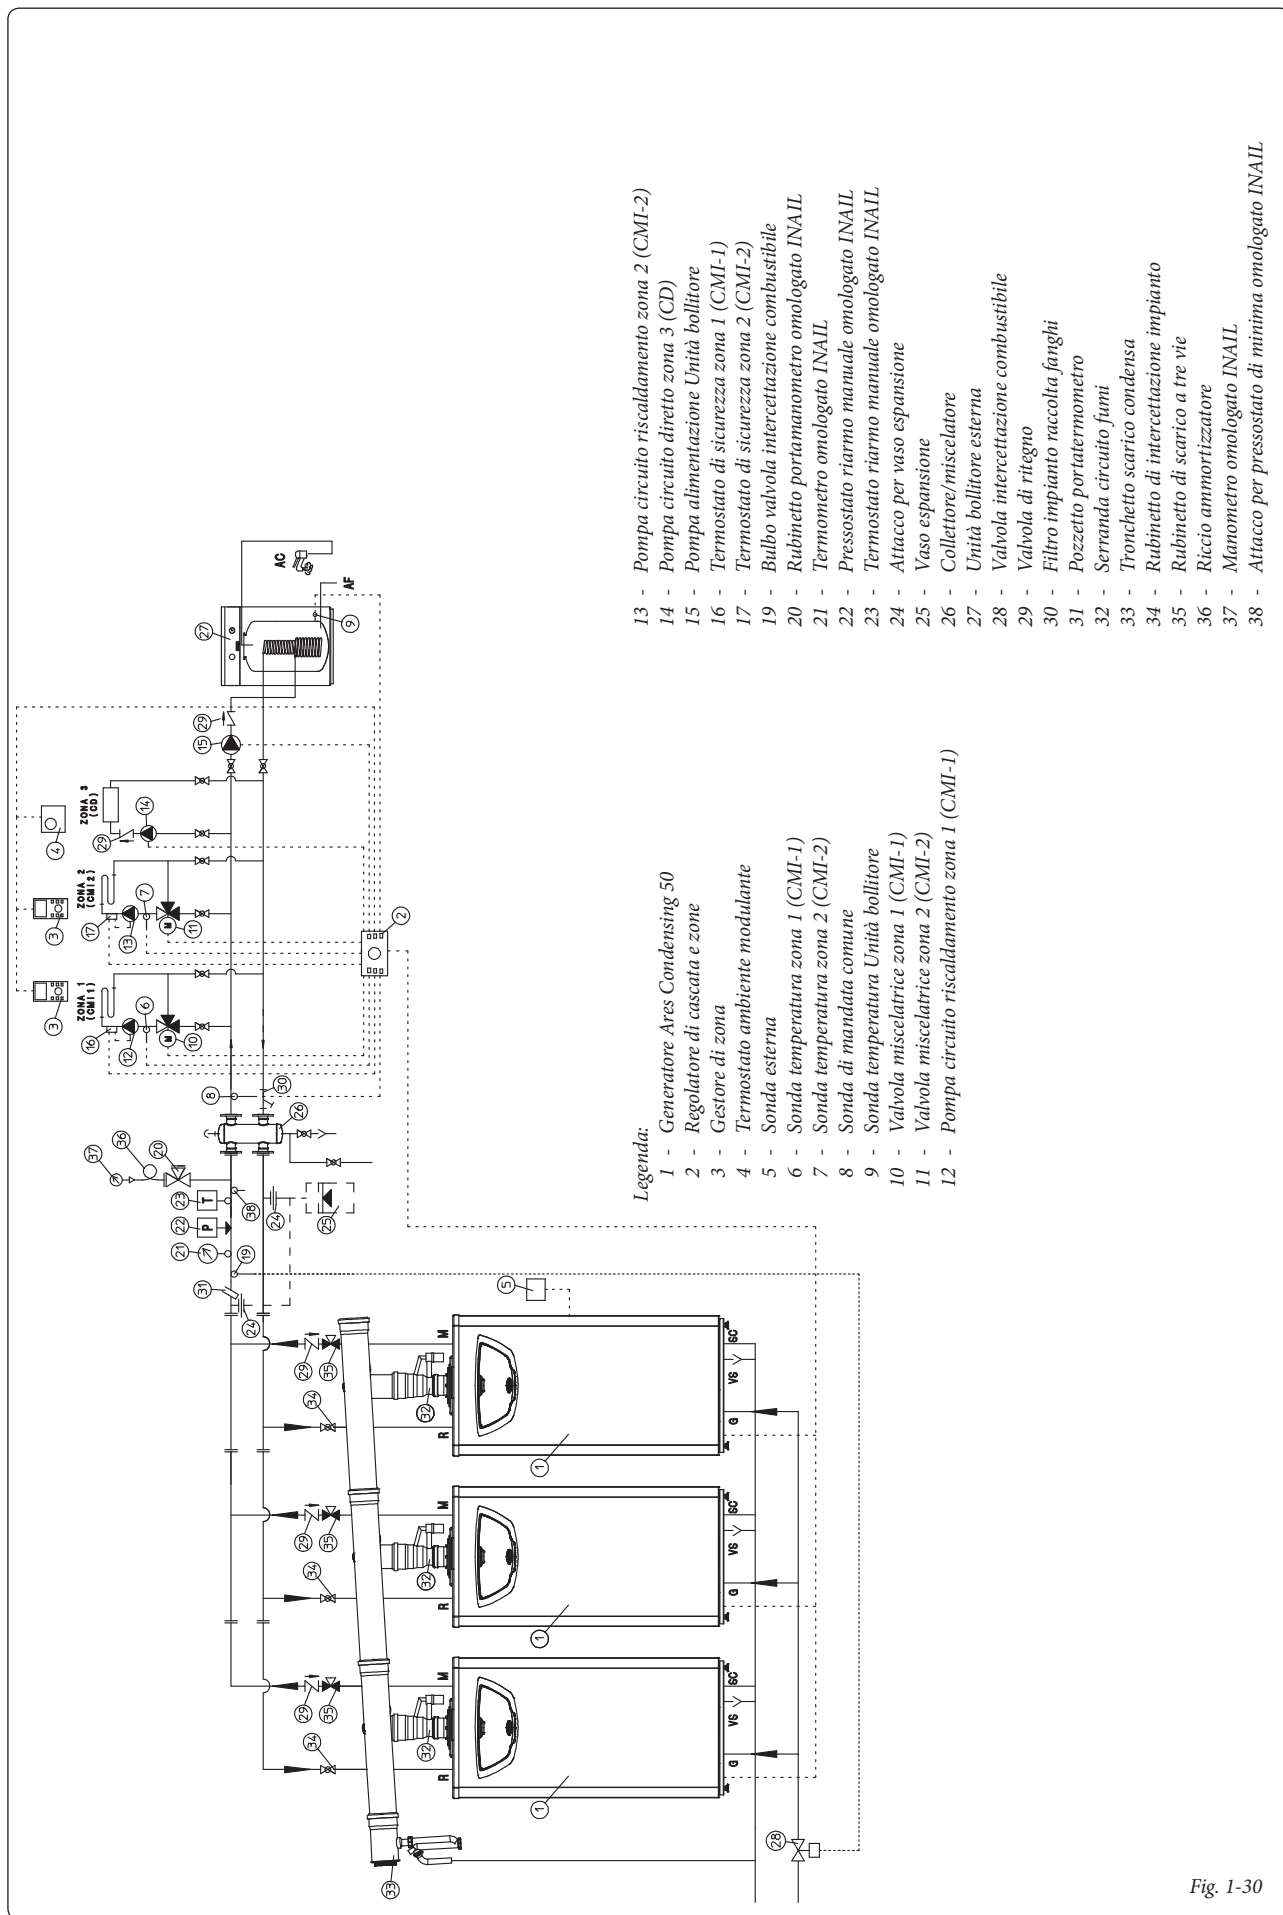

Fig. 1-30
N.B.: nel caso di interventi di manutenzione della caldaia che comportino la chiusura di uno o entrambi i rubinetti di intercettazione impianto (34 Fig. 1-30), la caldaia deve essere spenta.